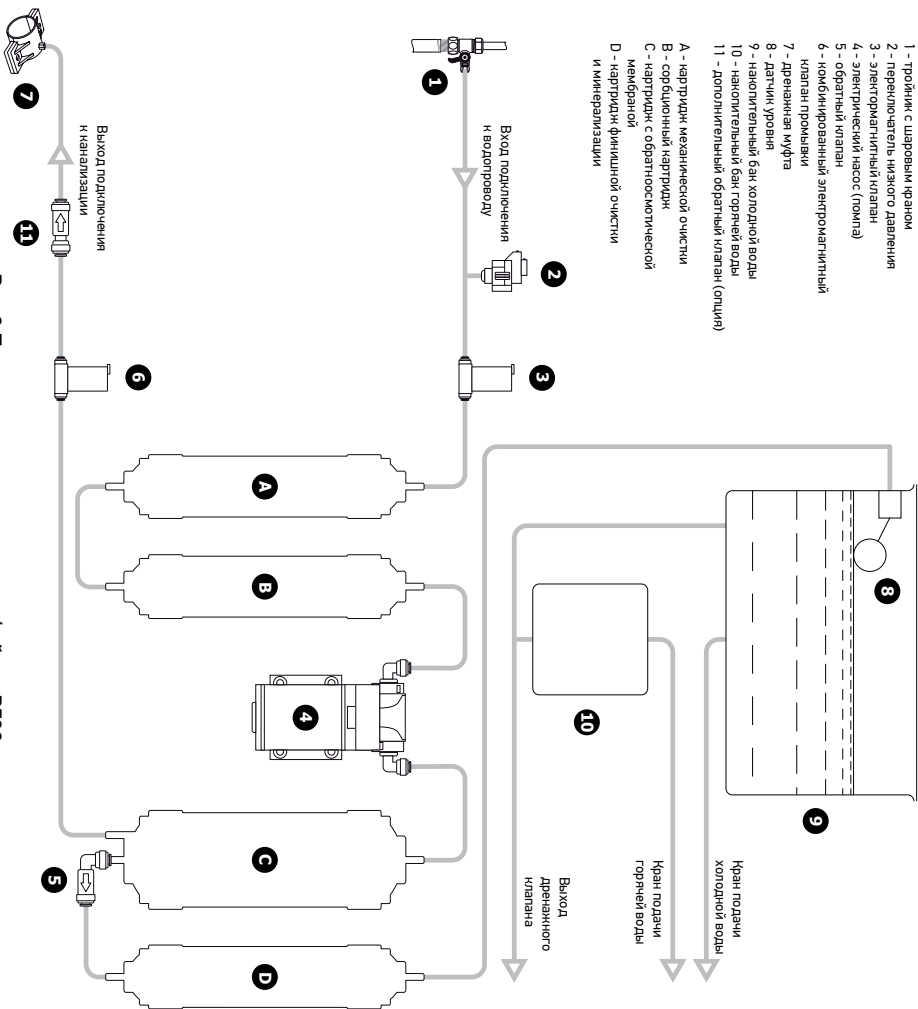

Рис.2 Принципиальная схема турфайдера Р500.
На первой ступени предварительной очистки картридж А (см. Рис.2) из полипропилена задерживает механические примеси и прочие частицы размером крупнее 5 микрон. Картридж второй ступени В с прессованным активированным углем устраняет запах и удаляет из воды остаточный хлор и другие органические и неорганические примеси.
- Установить в водопроводную магистраль холодной воды тройник с шаровым краном (см. Рис. 2).
заброса воды из канализации в водоочиститель необходимо установить обратный клапан 11 перед дренажной муфтой 7 (см. Рис.2). При монтаже обратить внимание на то, чтобы стрелка на обратном клапане была направлена к дренажной муфте. Обратный клапан является опцией и приобретается дополнительно.
- Собрать с помощью входящей в комплект поставки пластиковой трубки (шланга) систему «магистраль → водоочиститель → канализация» в соответствии со схемой подключения (см. Рис. 2).